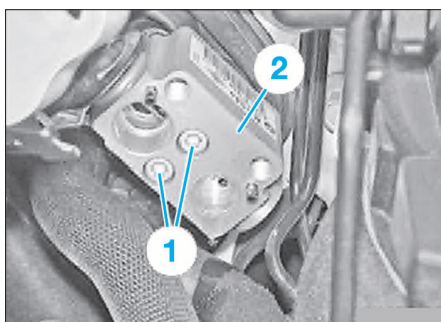

FIG. 23
- Déposer les vis (1) et retirer le détendeur (2) (Fig.23).